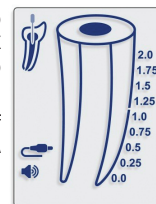

Fig. 4
5.4.7. Conecte o cabo de medição ao dispositivo e certifique-se de que o ícone do cabo aparece na tela (Fig. 4).